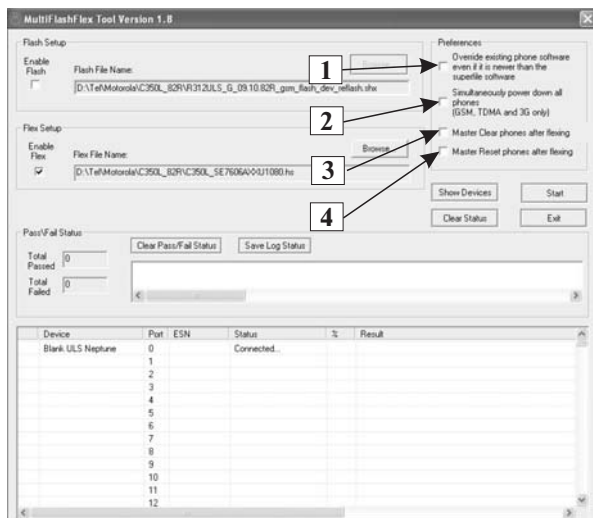
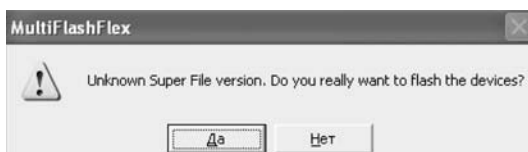

Рис. 2.15. Основное диалоговое окно MultiFlashFlex
Рис. 2.16. Запрос-предупреждение MultiFlashFlex
Программа Flash & Test Commands позволяет загрузить в телефон исполняемый код (firmware) и языковой пакет (см. табл. 2.5), а для загрузки содержимого flex (файлов \*.hs) используют либо рассмотренную выше программу PST Phone Programmer (функции Field Update / pFlex), либо утилиту MultiFlashFlex (рис. 2.15), которая позволяет загружать в телефон \*.shx и \*.hs файлы.
4. Отмечают необходимые опции секции «Preferences» (см. рис. 2.15 — сверху вниз — 1 — заменить существующее программное обеспечение телефона; 2 — одновременное выключение всех подключенных к программе телефонов; 3 — общая очистка после
6. Проверяют соответствие модели программируемого телефона и программного обеспечения, после чего утвердительно отвечают на запрос-предупреждение, приведенное на рис. 2.16. Данный запрос можно отключить, установив флажок «Override existing phone software if it is never that then suspend superfile software» (1 на рис. 2.15).